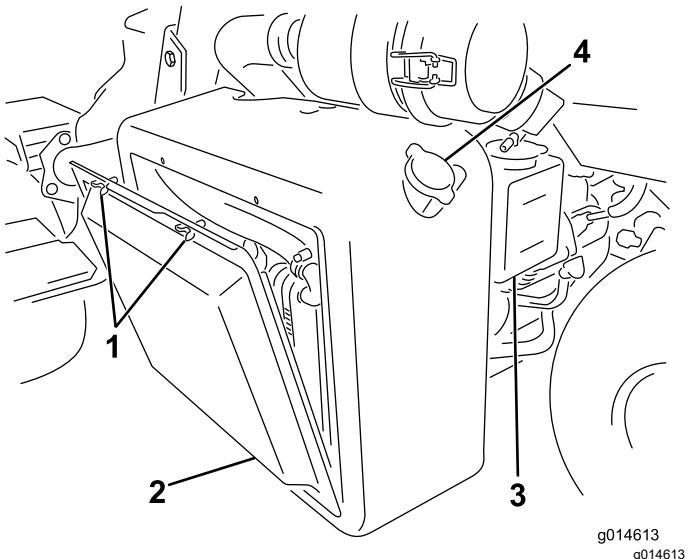
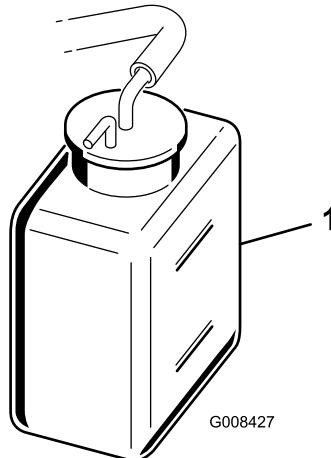

Рисунок 45
Рисунок 46
- Снимите решетку радиатора (Рисунок 45).
2. Проверьте уровень охлаждающей жидкости (Рисунок 45 и Рисунок 46).